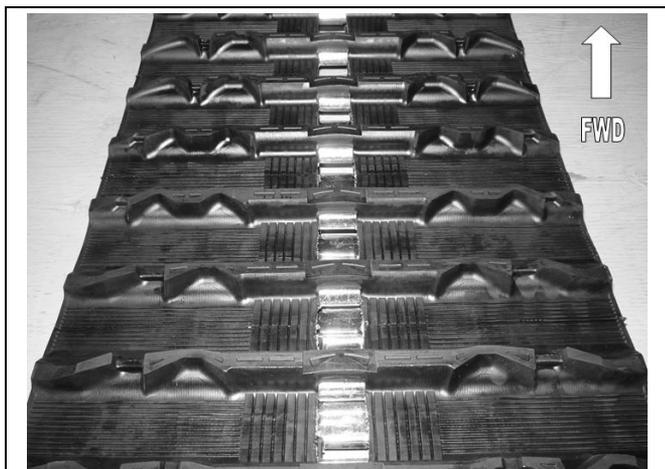

Figure 10
- S'assurer d'installer la chenille **arrière** en l'orientant tel que démontré à la Figure 10.